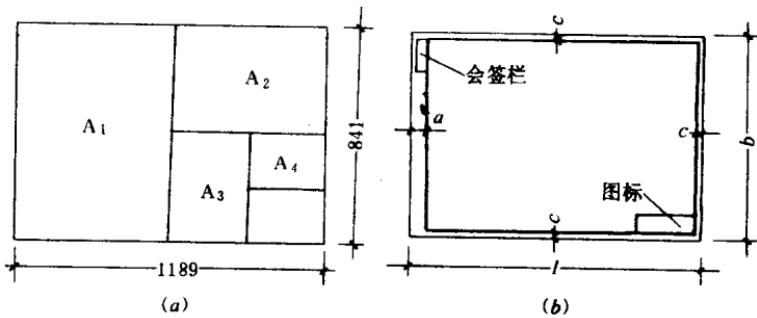

图 1-11 图幅规格
(1) 图纸幅面规格：对图纸的幅面及图框尺寸，标准的规定如图 1-11 所示，并见表 1-1。